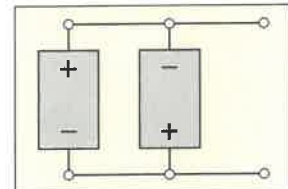

Bild 1: Parallelschaltung (fehlerhaft)
8. Was geschieht, wenn man die Spannungsquellen wie im **Bild 1** schaltet?